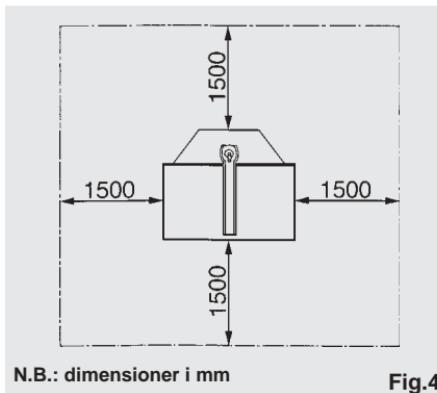

Fig.4
- Låseknappen (13) sættes på plads som vist i fig. 4.